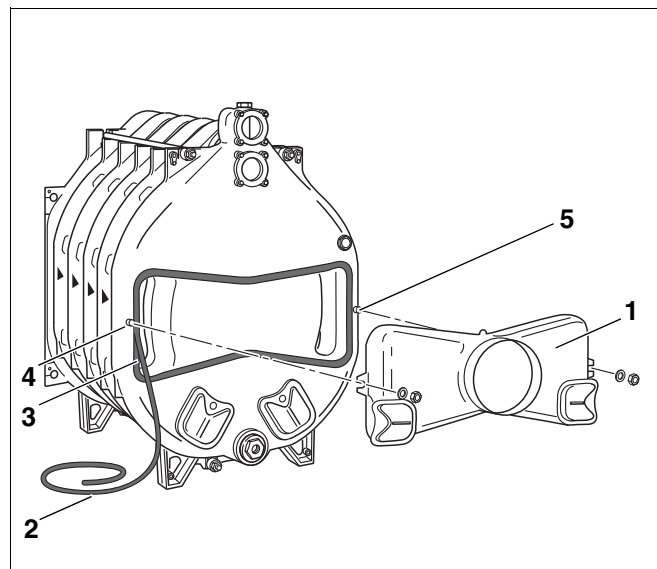

Рис. 24 Установка сборного коллектора дымовых газов
Для уплотнения соединения между котлом и сборным коллектором дымовых газов (рис. 24, поз. 1) используется КМ-шнур (рис. 24, поз. 2).
- Крепко прижать шнур к пазу. Уплотнительный шнур должен быть так расположен в пазу, чтобы место стыка находилось на боковой части паза (рис. 24, поз. 3).
- Сборный коллектор дымовых газов надеть на обе шпильки, находящиеся на задней секции котла (рис. 24, поз. 4 и 5), установить шайбы и закрепить гайками.